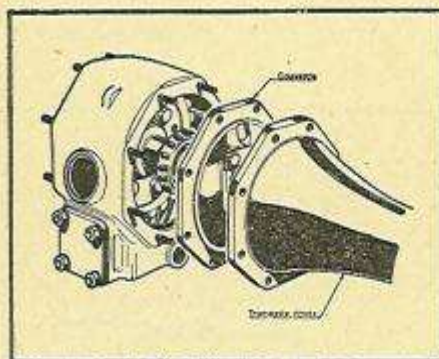

Fig. 83. — Dépose de la trompette D et du couvercle de pont.
- Déboulonner la trompette droite et la déposer (fig. 83).